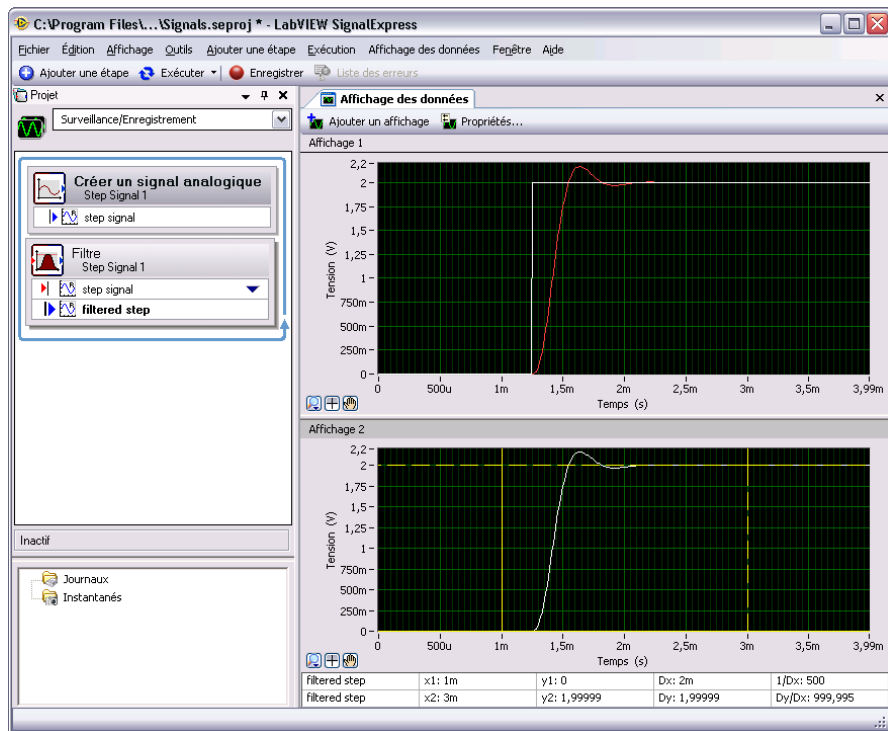

Figure 3-1. Signals.seproj
6. Faites un clic droit sur le nouvel affichage et sélectionnez **Éléments visibles**»**Curseurs** dans le menu local pour afficher deux curseurs interactifs, comme le montre la figure 3-1.